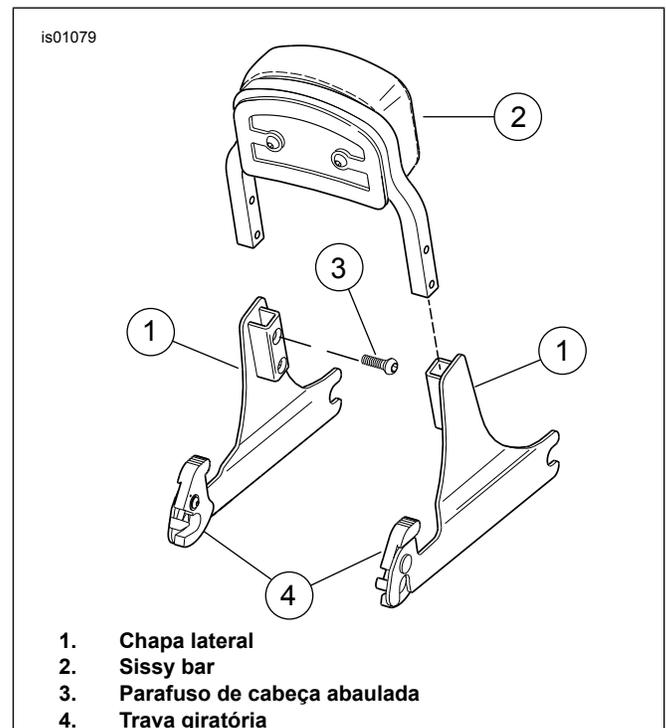

Figura 1. Conjunto da chapa lateral da sissy bar removível
Veja a Figura 1. Instale a sissy bar nova ou existente (2) nas chapas laterais removíveis (1) usando os quatro parafusos de cabeça abaulada (3). Aplique Loctite[®] 262 (vermelho) nos parafusos antes da instalação. Aperte os parafusos com torque de 11–14 N·m (96–120 in·lbs).